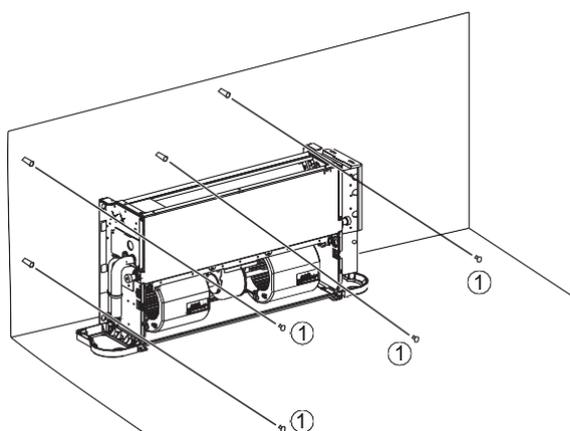
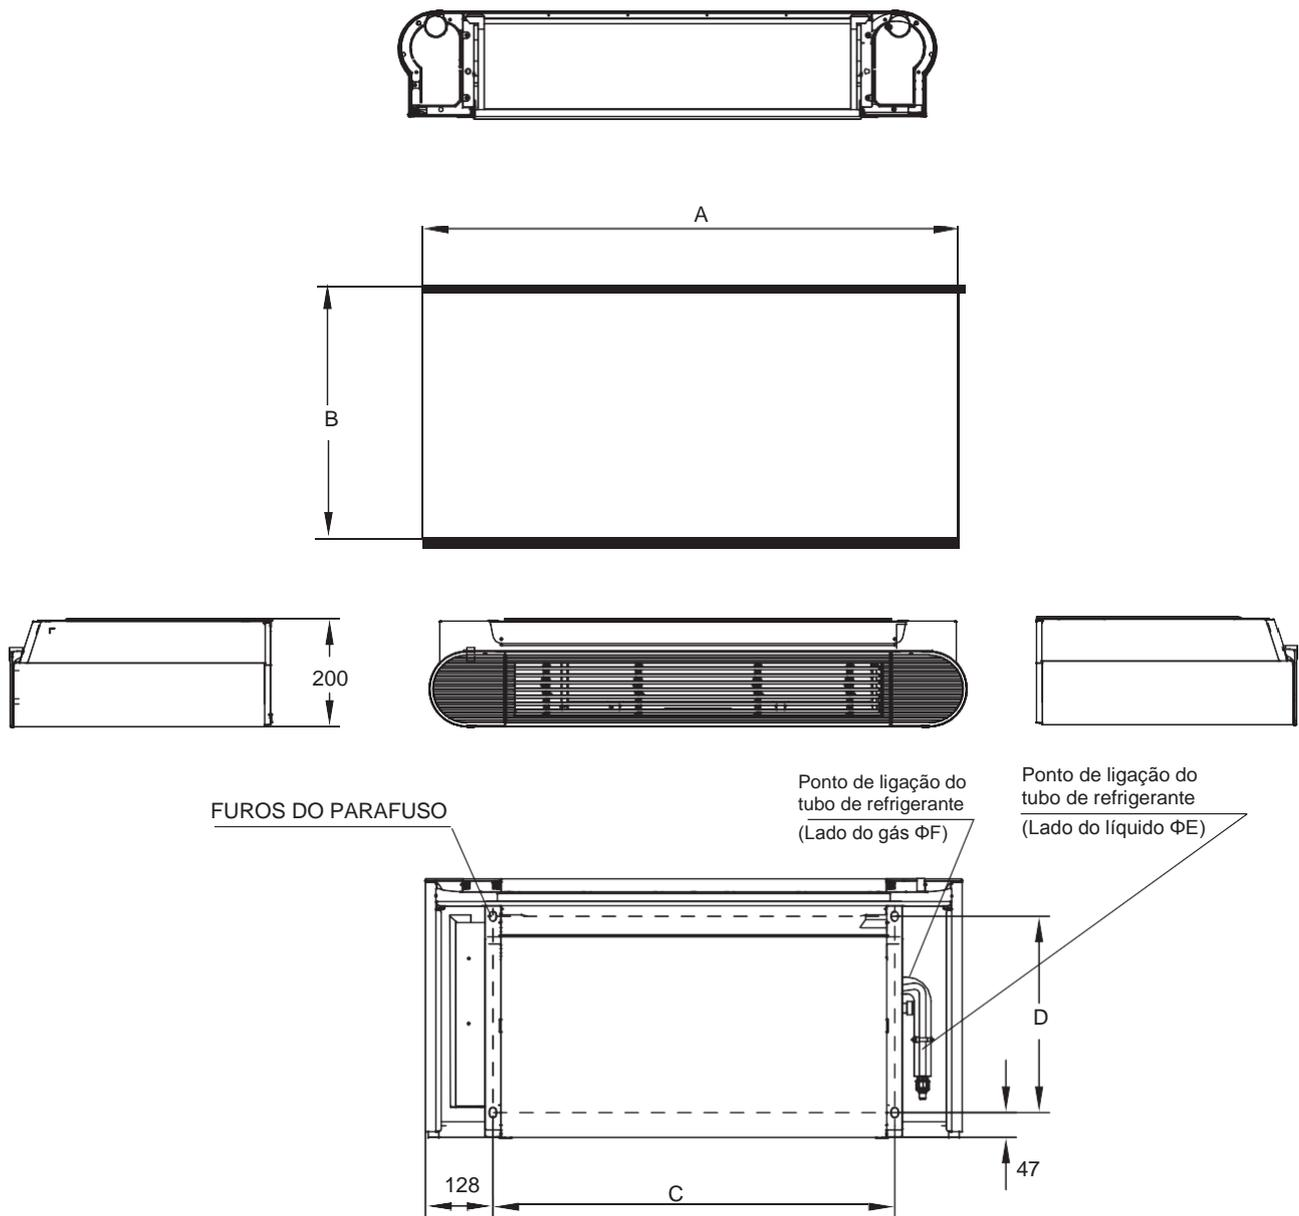
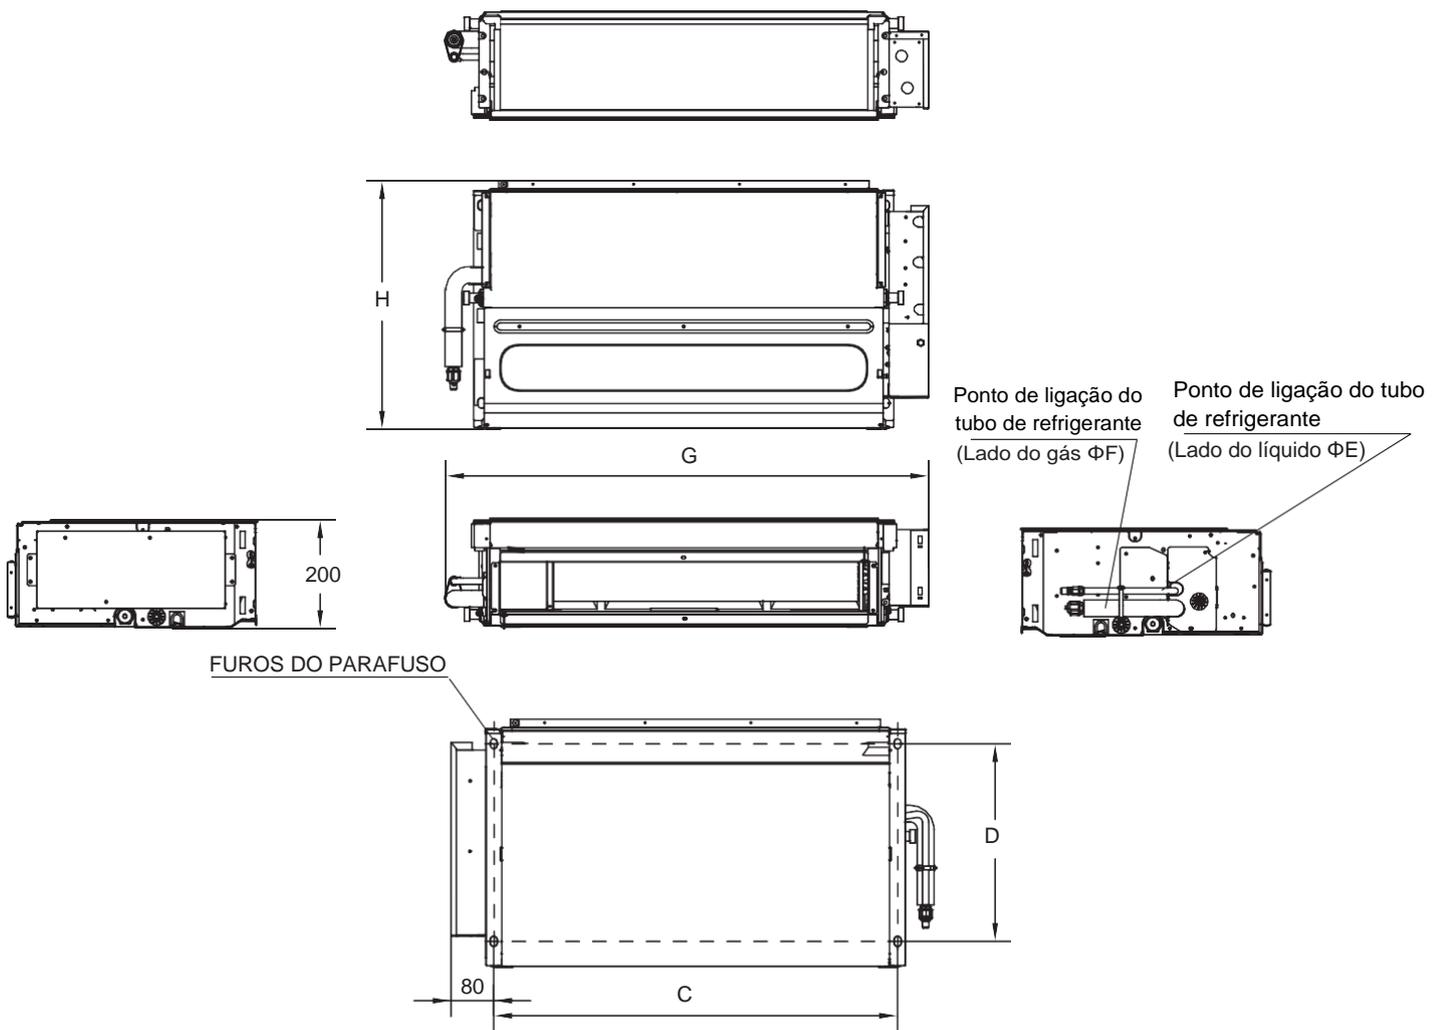

Fig.4-5 Diagrama de fixação do corpo da unidade
Fig.4-11 Equipamento com envolvente
Fig.4-12 Equipamento sem envolvente
Marque onde os parafusos irão na parede, de acordo com os orifícios de montagem da unidade ou dimensões especificadas nas Fig.4-11 e Fig.4-12. O tubo de drenagem da água condensada deve ser suficientemente liso para permitir uma descarga de água sem obstruções. Como mostra na Fig.4-5, fixe quatro parafusos (①) numa estrutura de alvenaria apropriada.